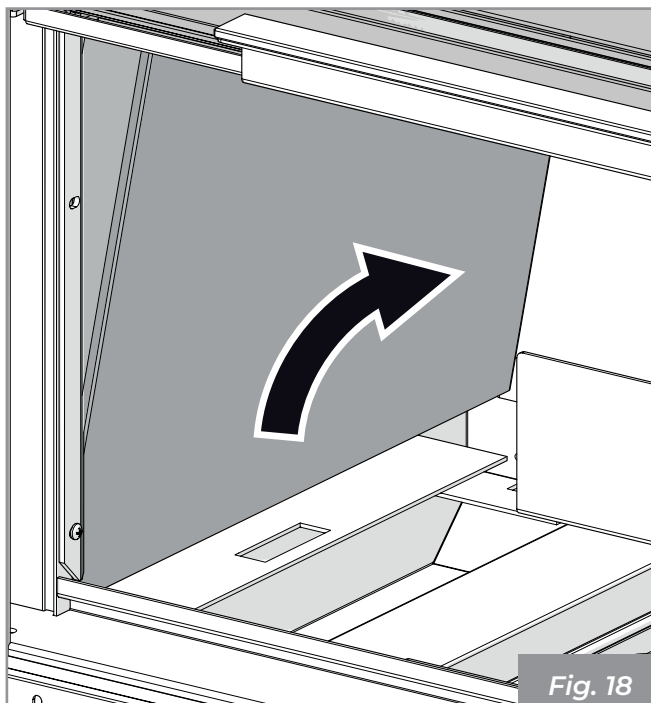

Fig. 18
- 2) Extraer el refractario lateral prestando atención a no dañarlo (Fig. 18).